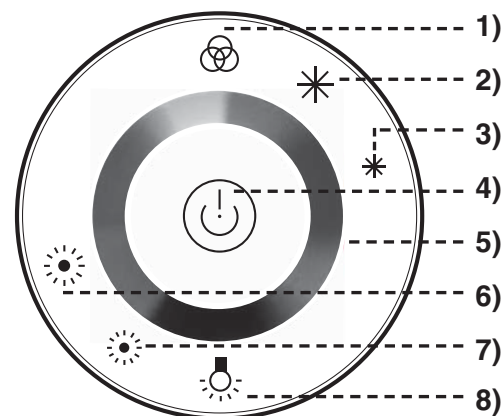

Fig. 34-1 Distance détail de l'émetteur
Avant l'utilisation de télécommande, vous familiariser avec les touches de l'émetteur comme illustré sur la Fig. 34-1 et les options de mode de la Fig. 34-2.
2. Appuyez sur la touche ALLUMER/ÉTEINDRE sur la télécommande pour allumer la lumière ou désactiver (voir Fig. 34-1).
3. Utilisez la télécommande comme vous le souhaitez. Consulter la section ci-dessus et la Fig. 34-1 et 34-2.